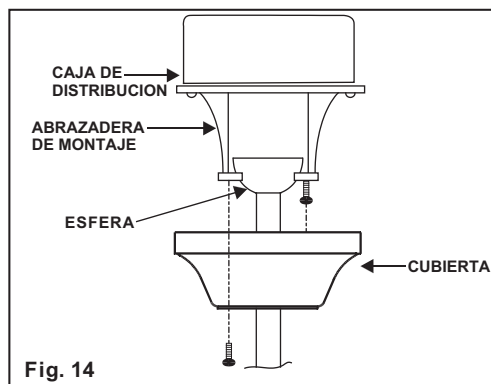

Fig. 14
Paso 2. Deslice la cubierta hacia el soporte para colgar y colocar el ojo de la cerradura en la copa sobre el tornillo en el soporte colgante, de vuelta a la cubierta hasta que encaje en su lugar en la parte más estrecha de los agujeros. (Fig. 14)